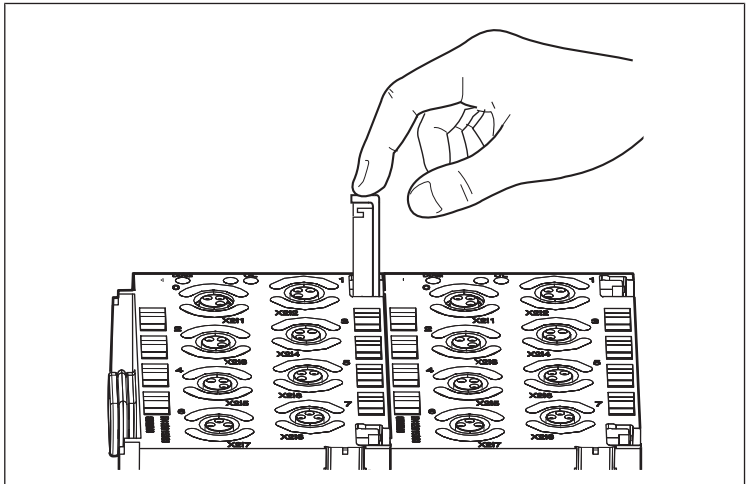

Bild 11: Tryck in fjäderklämman
5. Tryck ner de båda fjäderklämmorna fram till anslaget (se Bild 11: Tryck in fjäderklämmorna).